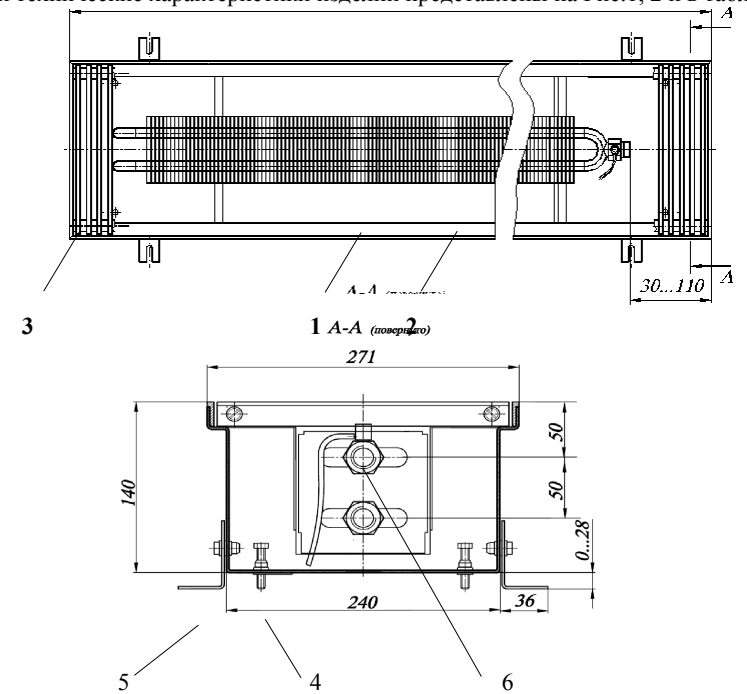

Рис. 1 Конвектор КРК 27.14 60...300 концевой высотой 140 мм.
Конвекторы имеют (см. рис.1):
4.2 Размеры и технические характеристики изделий представлены на Рис.1, 2 и в таблице .
5.4 После соединения теплового пакета с трубопроводами и запуске системы отопления, при необходимости, выполнить удаление воздуха. Для этого свободный конец пластиковой трубки воздухопускного клапана 6 (см. рис.1) опустить в заранее приготовленную емкость для слива воды. Ключом отвернуть клапан на $0,5-1,5$ оборота. После удаления воздуха, клапан закрыть.